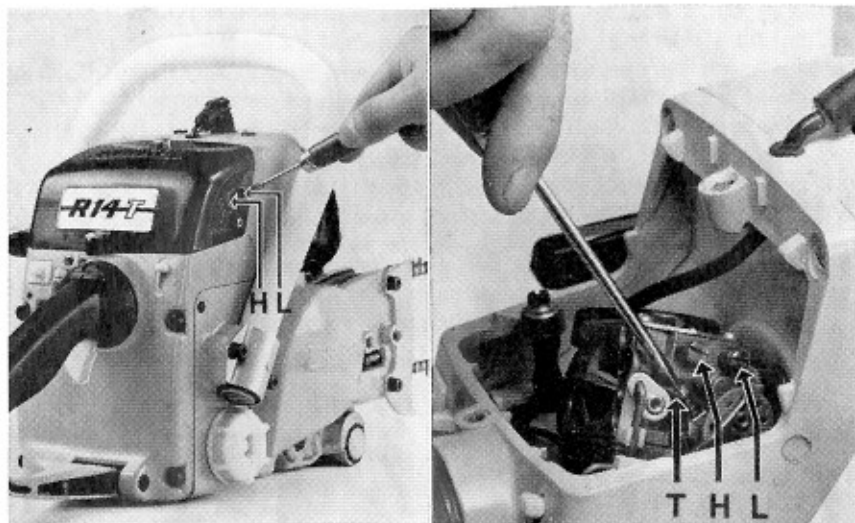

Fig 21
1. Högvarvsinställning. Öppna justerskruven H för högvarvmunstycket ett varv. Se fig. 21.